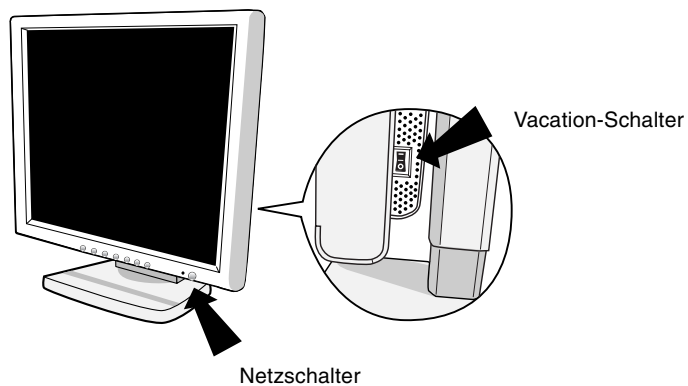

Abbildung D.1
5. Prüfen Sie, ob sich der Vacation-Schalter auf der rechten Seite in der Position ON befindet. Schalten Sie Computer und Monitor mit dem Netzschalter (**Abbildung D.1**) ein.